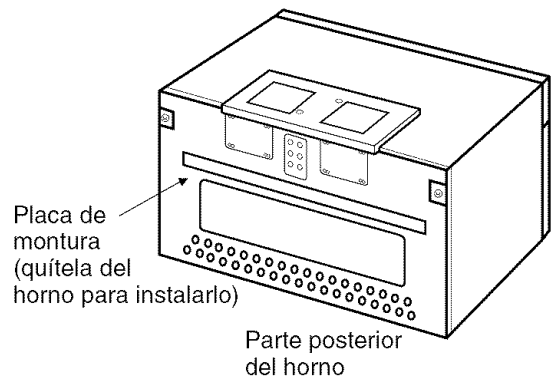

Figura 2
- La placa de montura está en la parte posterior del horno de microonda. Vea la **Figura 2**.